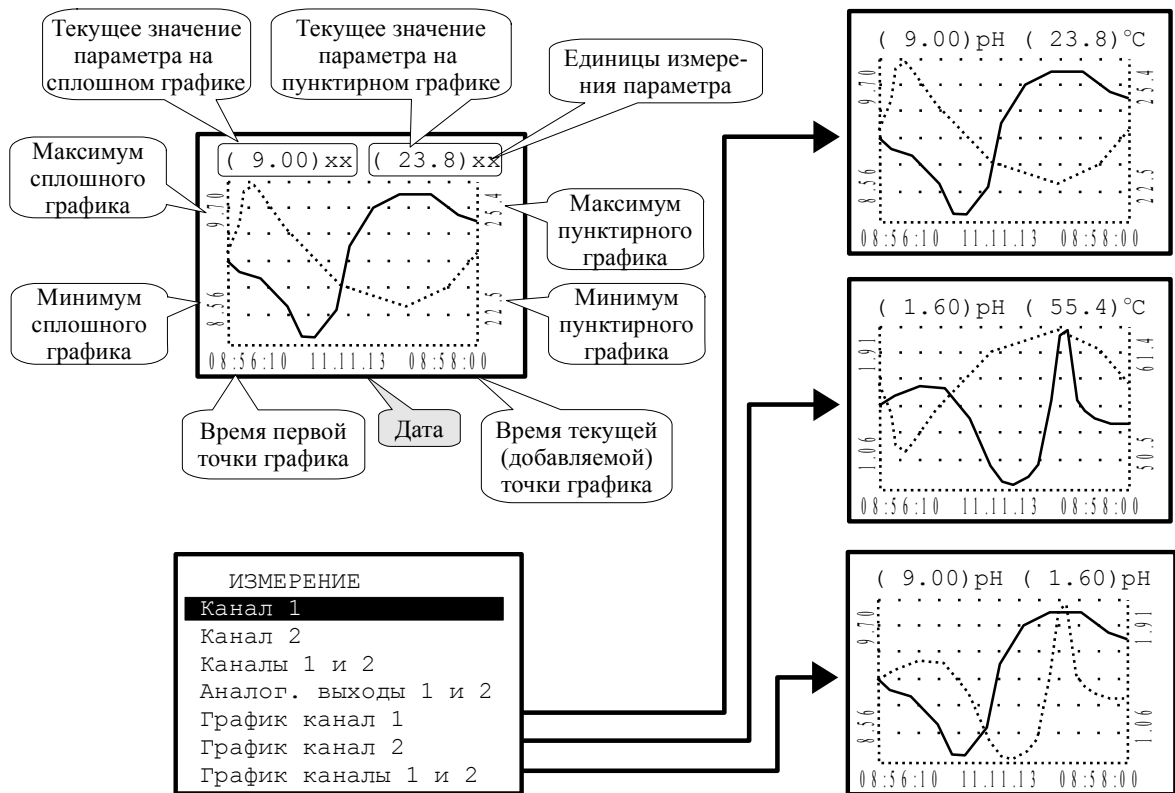

Рисунок 6 - Варианты отображения измеренных параметров в графическом виде
- отображение измеренных параметров в виде графиков (**Рисунок 6**).